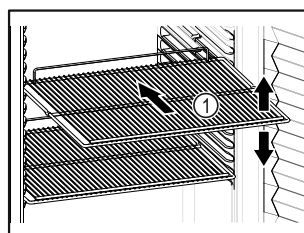

Fig. 47 Príklad zobrazenia
- Ak sa dajú odkladacie rošty Fig. 47 (1) premiestniť, prispôbte výšku.